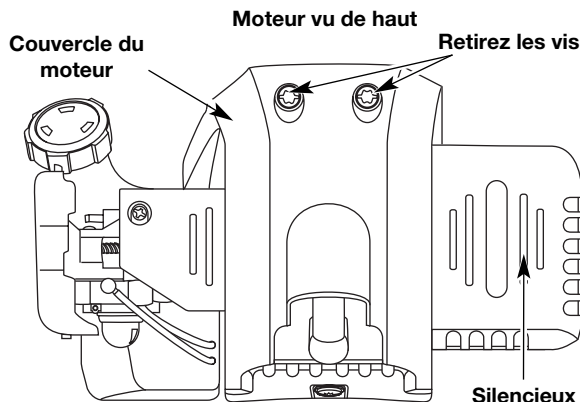

Fig. 31
2. Enlevez les deux vis (2) du haut du couvercle du moteur à l'aide d'un tournevis à lame plate ou T-25 Torx (Fig. 31).
6. Déposez le couvercle du moteur (Fig. 31).
- Remplacez le couvercle du silencieux. Glissez avec un déclit les encoches sur les côtés du couvercle par-dessus les languettes du couvercle du moteur (Fig. 31).